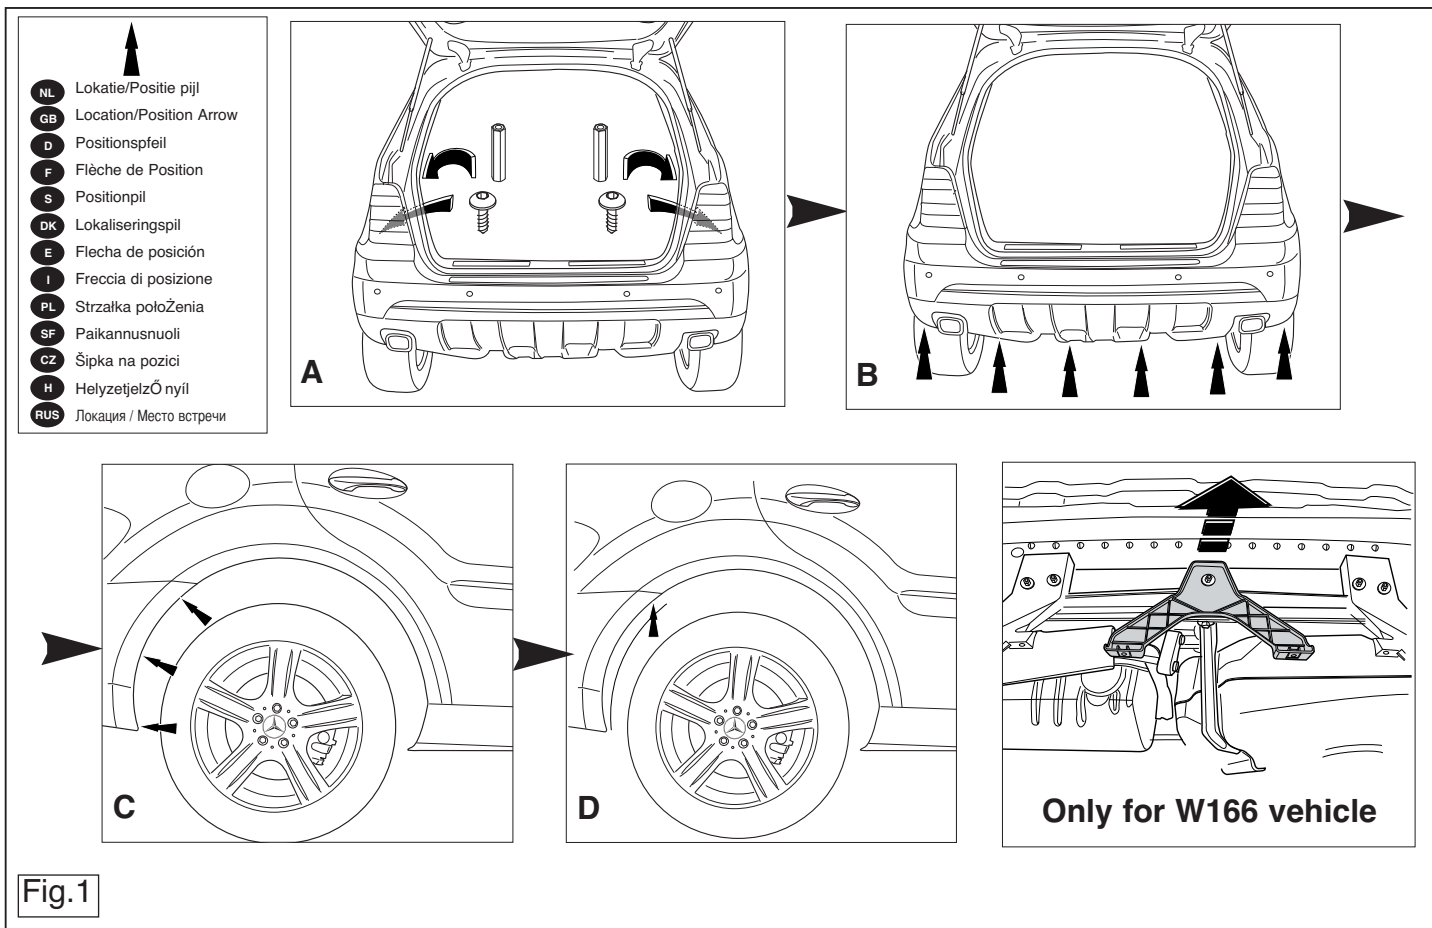

Fig.1
3. Remove the bumper. See figure 1.
3. Die Stoßstange abmontieren. Siehe Abbildung 1.
2. Снять бампер. См. рисунок 1.
3. Снять бампер. См. рисунок 1.
3. Démontez le pare-chocs. Voir la figure 1.